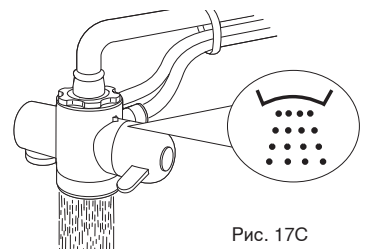

Рис. 17С
- c) Неочищенная вода - рассеиватель (рис. 17С).